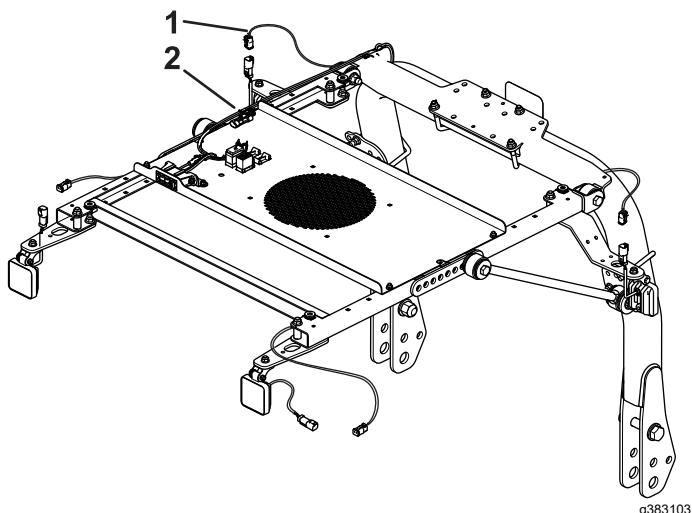

Figura 6
3. Collegate il connettore sul cablaggio preassemblato del kit delle luci al connettore sul cablaggio del pannello interruttori (Figura 6).
4. Instradate il cablaggio preassemblato come illustrato nella Figura 6 e fissatelo con le fascette per cavi.